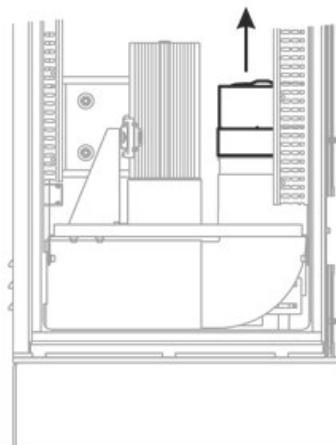

Рисунок 21. Снятие
1. Очистка губчатого фильтра вентилятора (28), для этого:
- Снимите вентилятор с вентиляционной трубы (см. рис. 21).